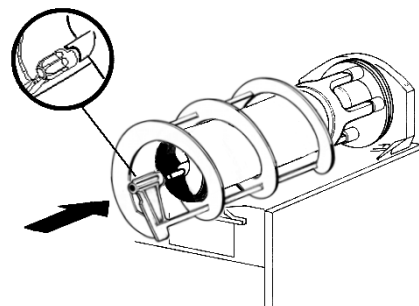

figura 14
- 6 Calzare la spirale esterna sull'evaporatore accoppiandone l'estremità anteriore all'albero dell'elica interna e facendone coincidere i denti di trascinamento (vedere figura 14).